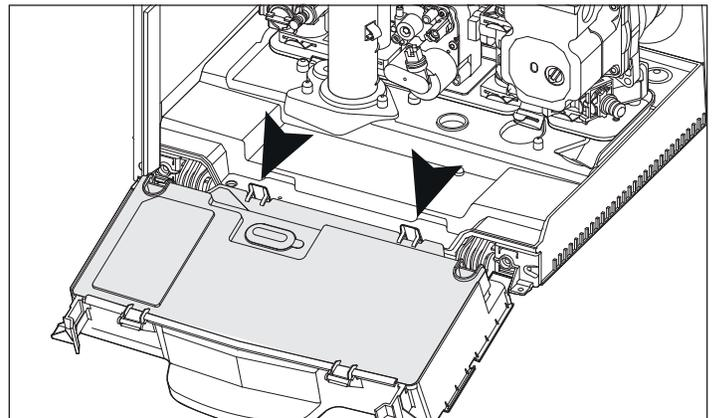

Figure 65 - Raccordements 120 V pour les circulateurs d'ECS et de chauffage central
- Retirez les deux attaches, voir la figure 65.